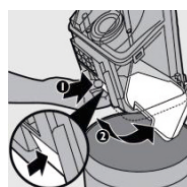

Рис. 26
4. Держите пылесборник над мусорным ведром, нажмите на фиксатор крышки и откройте нижнюю крышку пылесборника (рис. 26).